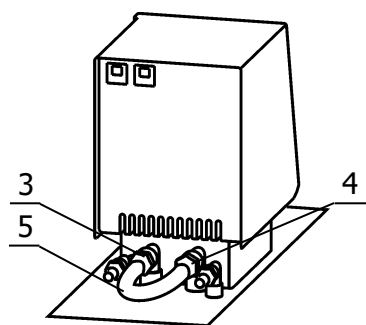

Рисунок 5 — Установка перемычки
2.2.7 Соединить шлангом-перемычкой 5 (рисунок 5) из комплекта поставки термостата входной 3 и выходной 4 штуцеры насоса блока регулирования. Закрепить перемычку на штуцерах, используя хомуты из комплекта поставки термостата.